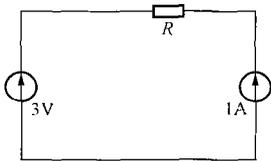

图 A-3
**La2A3261** 如图 A-3 所示电路，恒流源  $1\text{A}$ ，恒压源  $3\text{V}$ ，则在  $1\Omega$  电阻上消耗功率为 (B)。